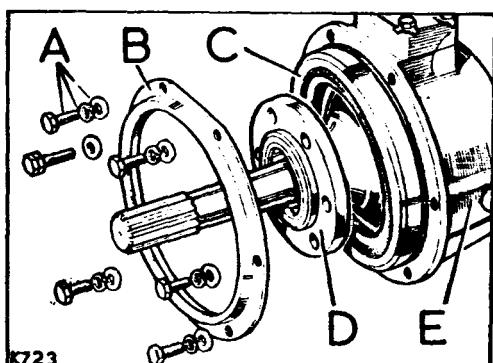

Fig. F1-42.- Retén de aceite para el cárter del pivote
- 1.1.- Desmontar el aro de retenida, B (Fig. F1-42).